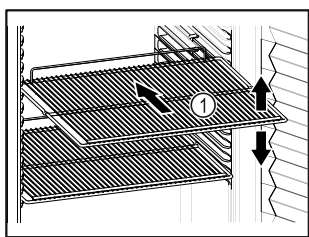

Fig. 20 Példaként szolgáló ábrázolás
- ☐ Ha a tároló rácsok Fig. 20 (1) áthelyezhetők, akkor igazítsa be őket a kívánt magasságnak megfelelően.